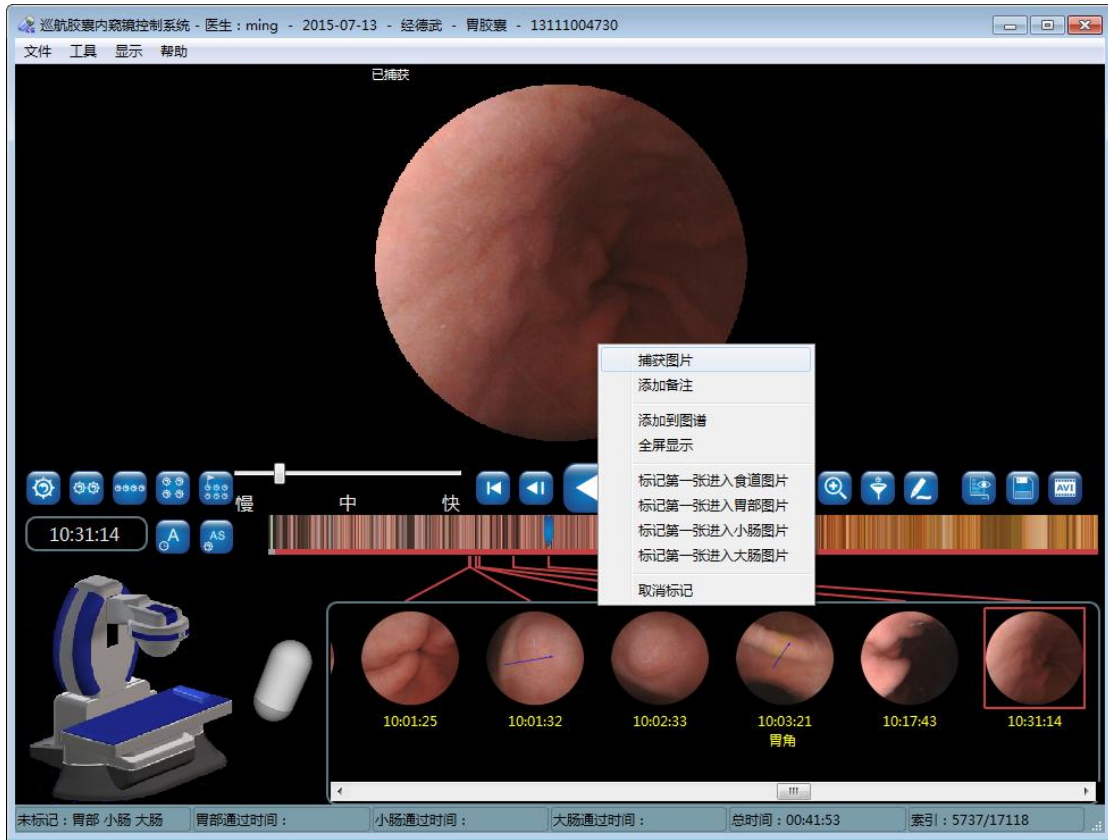

图 4-77 捕获图片
2. 除了标记图片之外，还可以捕获图片。将鼠标移动到需要捕获的图片上，点击鼠标右键，在弹出的右键菜单上，点击捕获图片，即可将图片捕获，如图 4-77 所示；也可以通过双击图片进行捕获。捕获的图片将出现在界面下方的缩略图区域。